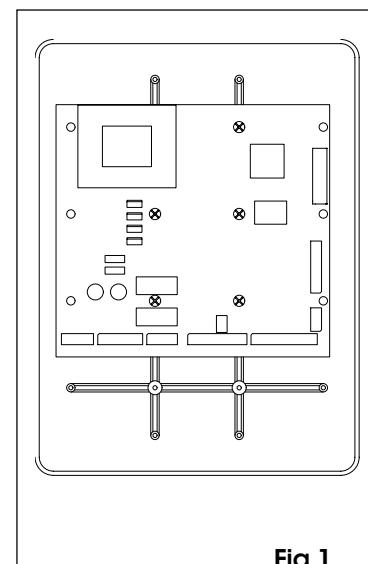

Fig.1
- Para la fijación de la central en el contenedor estanco, posicíonan la central como se indica en la fig. 1 y fíjenla con 5 tornillos Ø4.2x13 autorroscantes (suministrados en dotación), colocando los separadores entre la tarjeta y las guías del contenedor estanco.